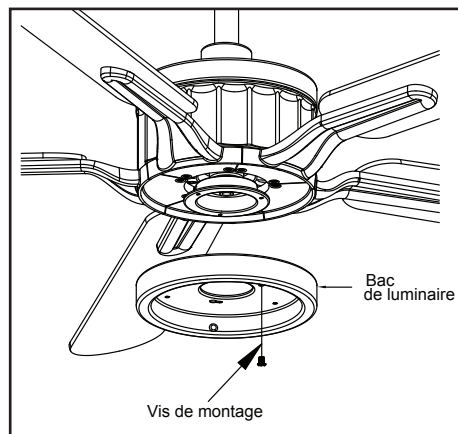

Figure 16
1. Desserrez, sans les retirer, deux des trois vis de montage du moteur du ventilateur; retirez une vis de montage. (Figure 16)
2. Poussez le bac de luminaire vers le haut jusqu'au moteur du ventilateur, de façon à ce que les deux têtes de vis desserrées tiennent dans les fentes en trou de serrure. Tournez le bac de luminaire dans le sens horaire et serrez les vis. Réinsérez la vis qui a été retirée à l'étape 1 et serrez-la fermement. (Figure 16)